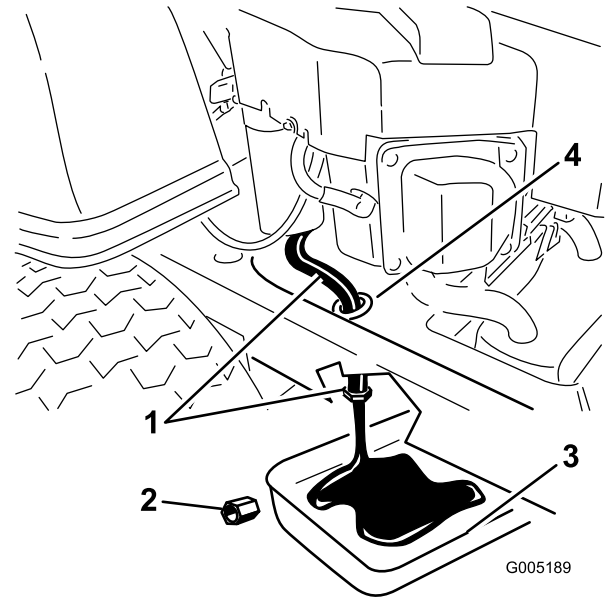

Figura 29
- Localice el manguito de vaciado del aceite, en el lado izquierdo del motor. El tapón de vaciado está conectado a un manguito de vaciado que pasa por un orificio de vaciado en el bastidor de la máquina (Figura 29). Limpie la zona alrededor del tapón de vaciado de aceite y el manguito de vaciado del aceite.
- Coloque un recipiente debajo de la máquina, directamente debajo del manguito de vaciado del aceite, según se muestra en Figura 29.
- Usando dos llaves inglesas (una para sujetar el manguito de vaciado del aceite y la otra para aflojar el tapón), retire el tapón de vaciado de aceite (Figura 29).
13. Cuando se haya drenado completamente el aceite, coloque el tapón de vaciado. Apriete el tapón a 14 Nm. Limpie cualquier exceso de aceite (Figura 29).